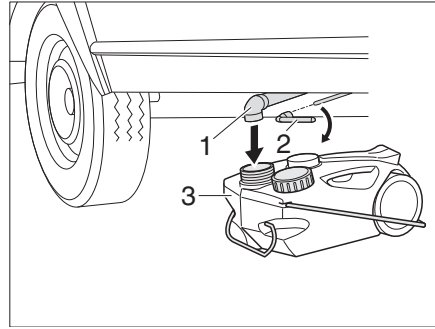

Fig. 148 Serbatoio delle acque grigie sottopavimento
- Collocare il serbatoio delle acque grigie mobile (Fig. 148,3) sotto il sistema di tubi delle acque grigie (Fig. 148,1).
- Applicare la chiave a tubo (Fig. 148,2) sul perno quadro.